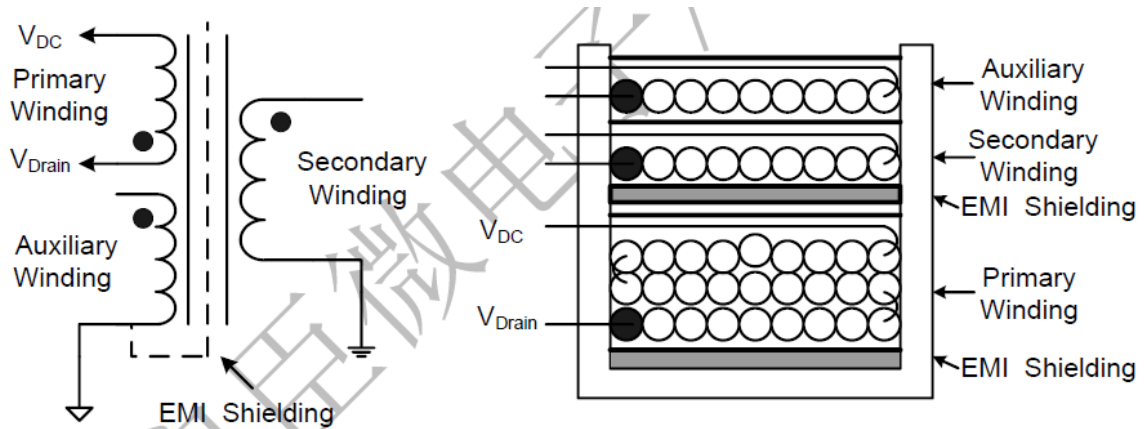

图 7 变压器构造
1. 辅助绕组和次级绕组如图7示，必须密绕且绕满绕平，以获得良好的耦合；